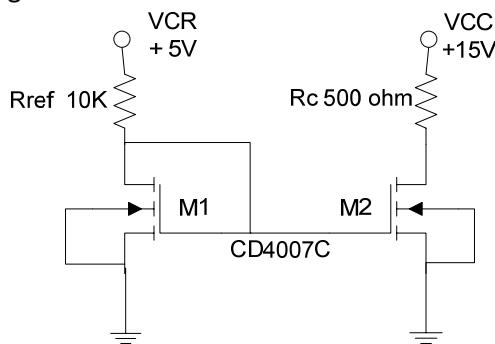

FIG 5.- MIROIR DE COURANT MOSFET
1.- Construire le circuit de la Fig. 5.